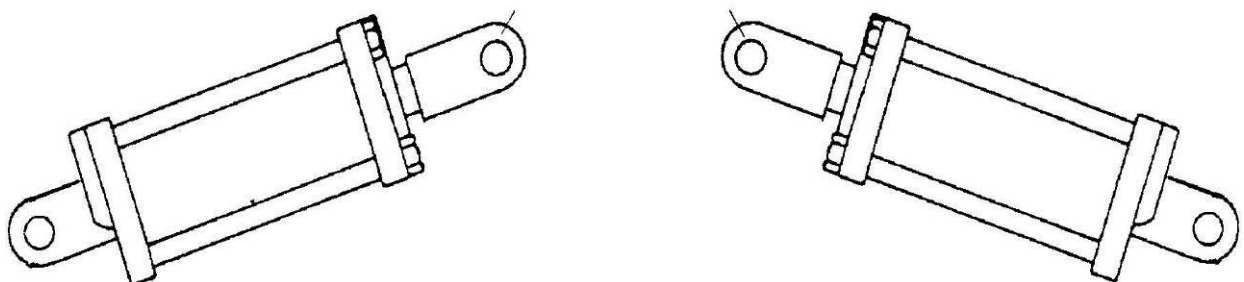
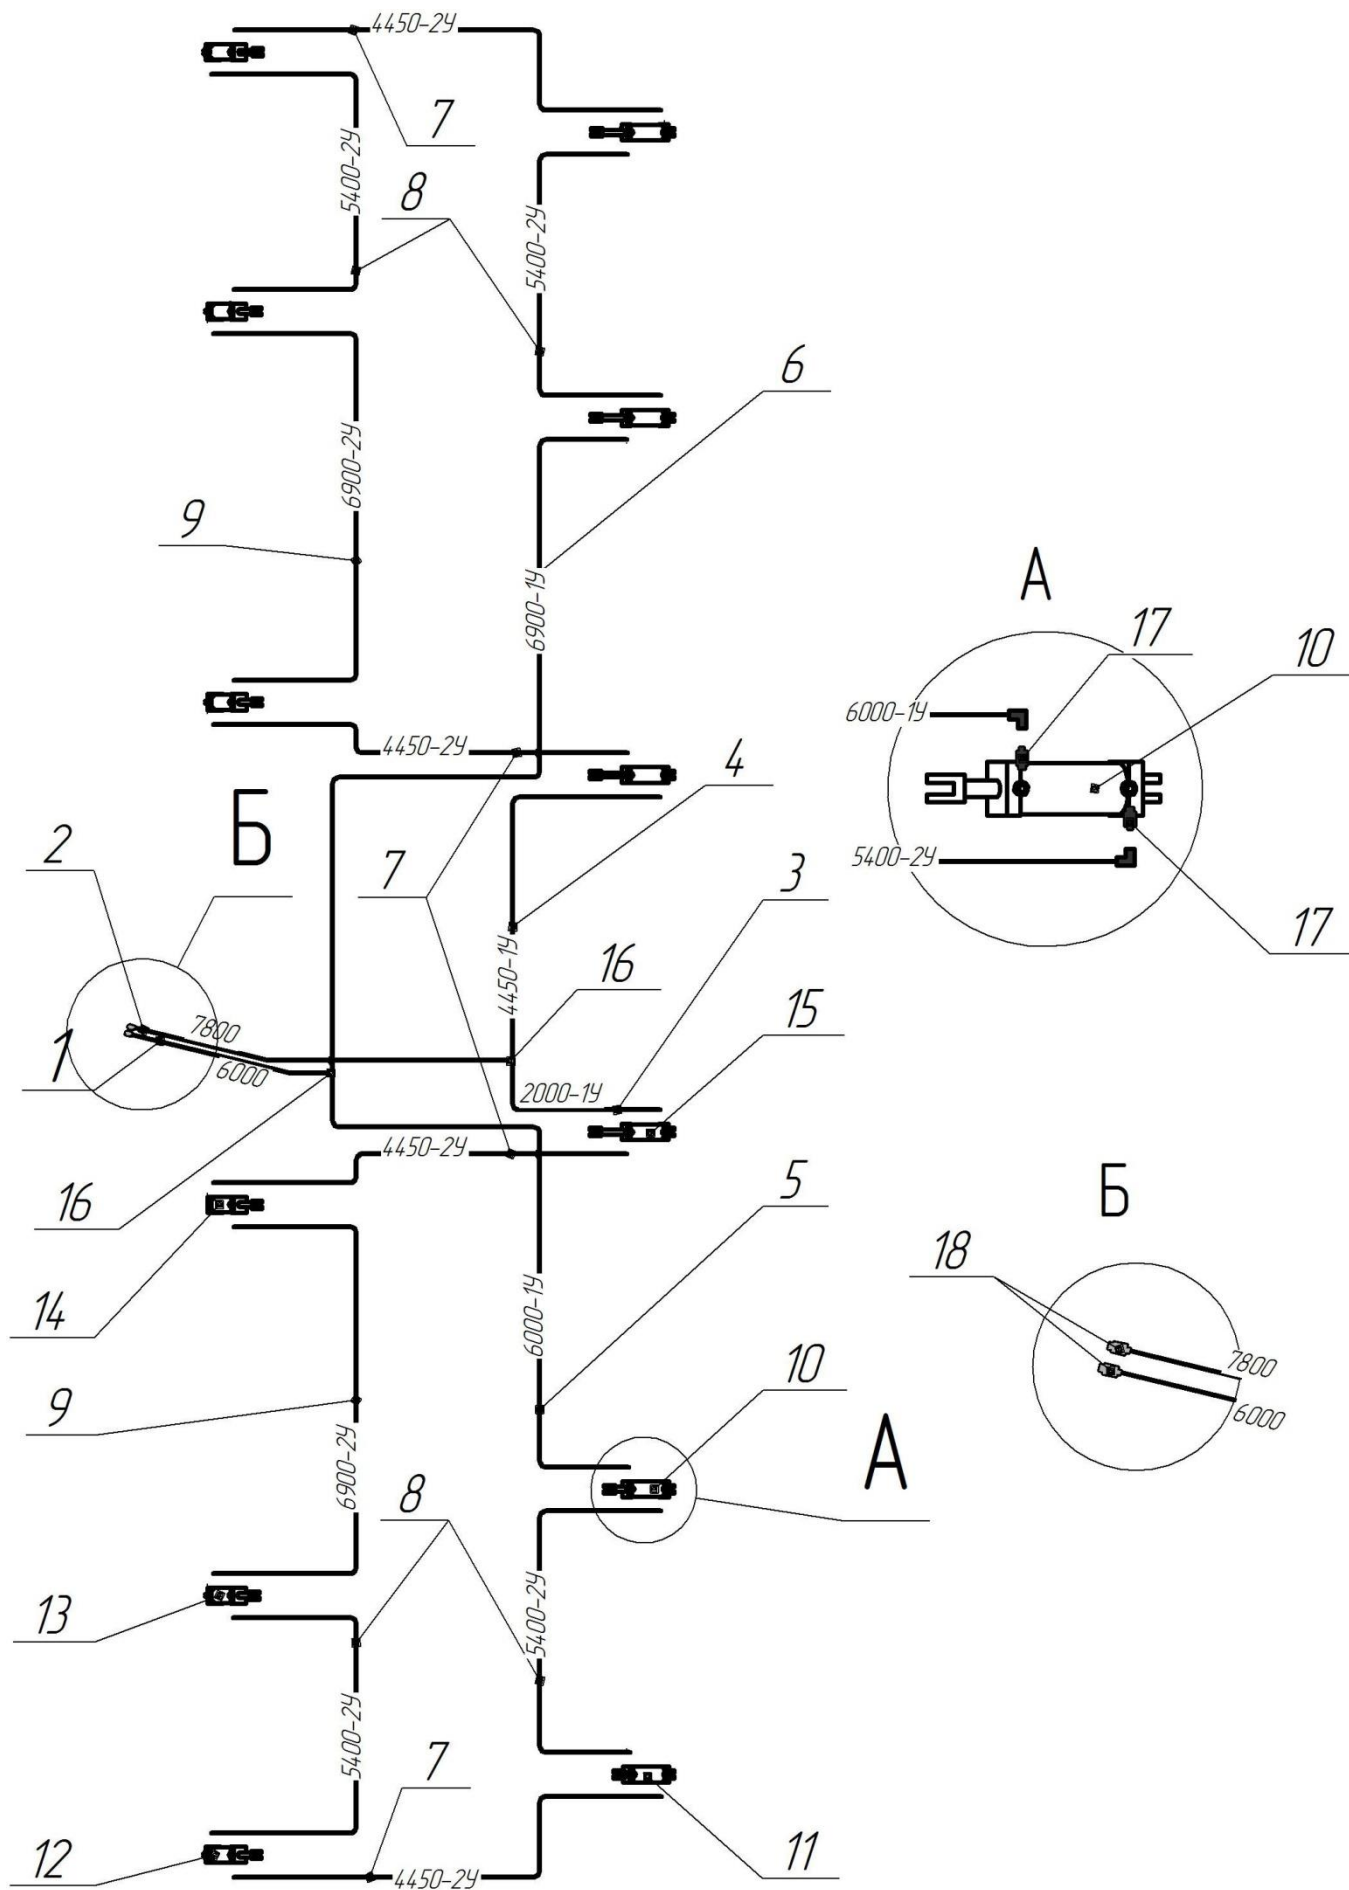

Рис. 4.5.1 Направление штоков цилиндров.
Рис.4.5.3. Компоненты гидросистемы регулировки глубины заделки ПК-15,8
4.5.1. Установите узлы и детали гидросистемы посевного агрегата в соответствии с рис. 4.5.3 - 4.5.5. Номера узлов и деталей см. в табл. 4.5.1 - 4.5.3 и на бирках. Гидроцилиндры регулировки глубины заделки устанавливать штоками вверх и внутрь посевного агрегата (рис. 4.5.1).